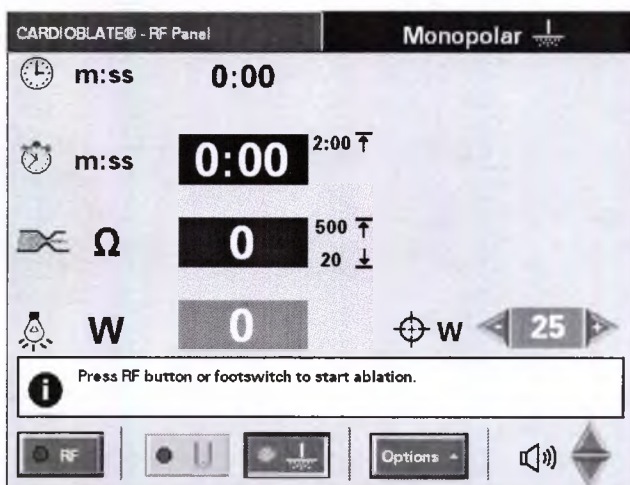

Рис. 3-13. RF Panel (Панель РЧ) в режиме ожидания
5. По завершении подачи РЧ энергии генератор возвращается в режим ожидания (см. Рис. 3-13).